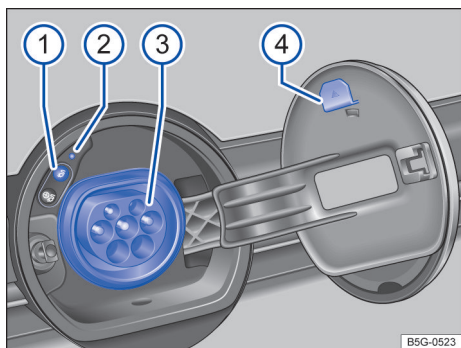

Fig. 161 Atrás da tampa do carregamento da bateria na grade do radiador: tomada de carregamento.
Legenda para → Fig. 161:
◀ A bateria de alta tensão do veículo pode ser carregada pela respectiva tomada de carregamento com **corrente alternada (CA)** → Fig. 161 ③.
- No veículo destravado, pressionar a tampa do carregamento da bateria para abri-la → Fig. 161. Se houver, pendurar capa de proteção da tomada na tira.
Assim que o conector de carregamento é detectado, o indicador do processo de carregamento se acende em amarelo → Fig. 161 ②. No display do instrumento combinado é exibida a luz de controle .
O indicador do processo de carregamento na tomada de carregamento pulsa em verde → Fig. 161 ②.
Pressionar o botão de carregamento imediato → Fig. 161 ①. O conector de carregamento permanece travado. O processo de carregamento pode ser prosseguido, pressionando-se novamente o botão de carregamento imediato .